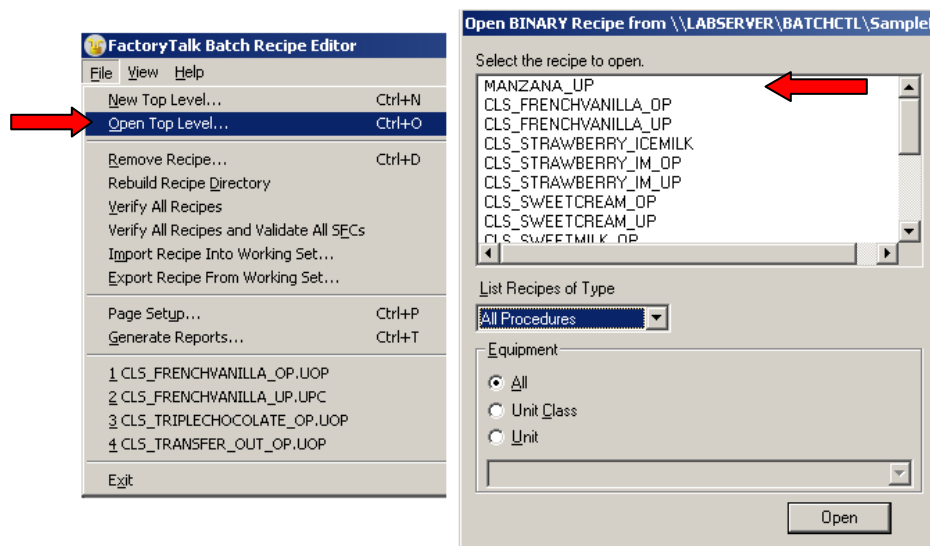

Figura 69. Abrir procedimiento de unidad MANZANA
- Abra el procedimiento llamado "MANZANA". Ver Figura 69